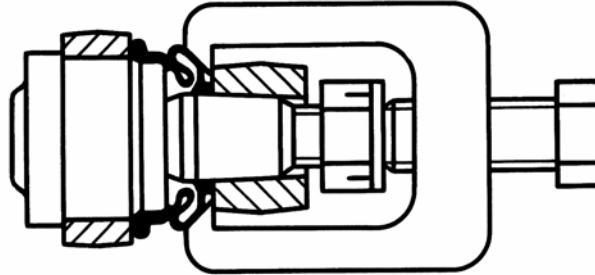

Рис. 5.28. Выпрессовка пальца шарнира рулевых тяг универсальным съемником
- выпрессовать пальцы из конических отверстий при помощи универсального съемника (рис. 5.28) или выбить молотком через медную прокладку;
- выпрессовать палец из конического отверстия рычага с помощью универсального съемника (см. рис. 5.28) или выбить молотком через медную прокладку;